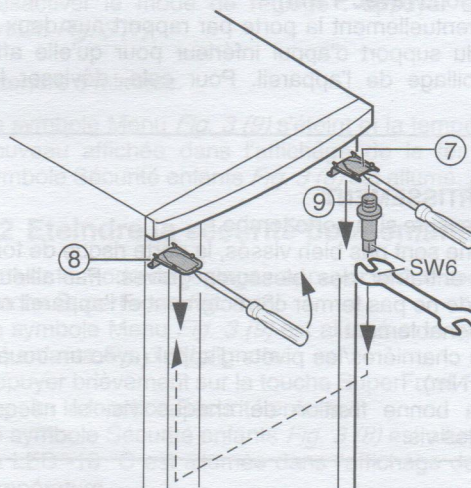

Fig. 6
- Faire décliqueter le cache Fig. 6 (7) en haut et le cache Fig. 6 (8) avec un tournevis devant et l'enlever diagonalement vers le bas.
- Dévisser le pivot d'appui Fig. 6 (9) et le visser du côté opposé (avec 4 Nm).
- Remonter le cache Fig. 6 (7) du côté du pivot d'appui : l'insérer par l'arrière et l'encliqueter sur l'avant.
- Monter le cache Fig. 6 (8) sur le côté opposé: l'insérer par l'arrière et l'encliqueter sur l'avant.
- Accrocher la porte dans le pivot d'appui Fig. 6 (9) supérieur.